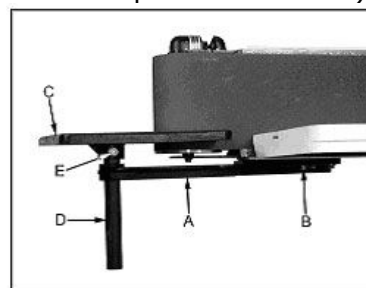

Рис. 5
Закрепите опору для установки бокового стола (А) рис. 5 при помощи четырех болтов и четырех шайб (содержатся в упаковке вместе с 3 мм- шестигранным ключом).
Смонтируйте стойку (D) рис.5 в посадочное отверстие бокового стола (C) рис.5, при этом шестигранный болт (Е) рис.5 закрутите в утолщение посадочного отверстия.